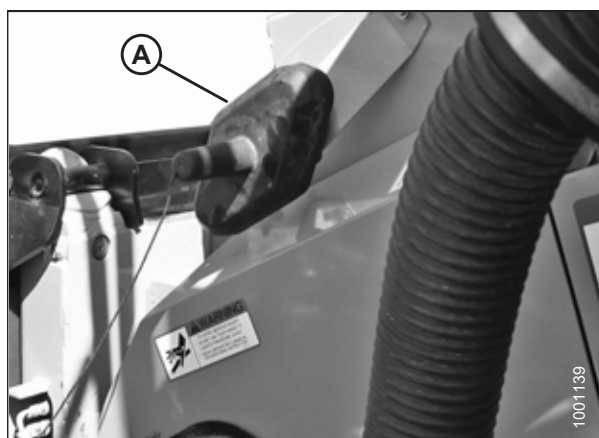

Figure 3.131: Capot du connecteur
9. Dévissez la poignée (A) du coupleur de la moissonneuse-batteuse (B) pour dégager le coupleur de la prise.
10. Nettoyez le coupleur (B) et la prise.
11. Installez le coupleur de la moissonneuse-batteuse (B) sur la prise (C) du module de flottement. Fixez le coupleur en tournant le bouton (A).
12. **Si les commandes en cabine MacDon sont installées :** Retirez le connecteur de kit de commande en cabine C81A (D) de l'emplacement de rangement sur la moissonneuse-batteuse et branchez-le sur la prise C81B (E) située sur le module de flottement. Tournez le collier sur le connecteur pour le verrouiller en place.
13. Placez le couvercle de la prise du module de flottement (A) sur la prise de la moissonneuse-batteuse, comme illustré sur la figure 3.131, page 114.